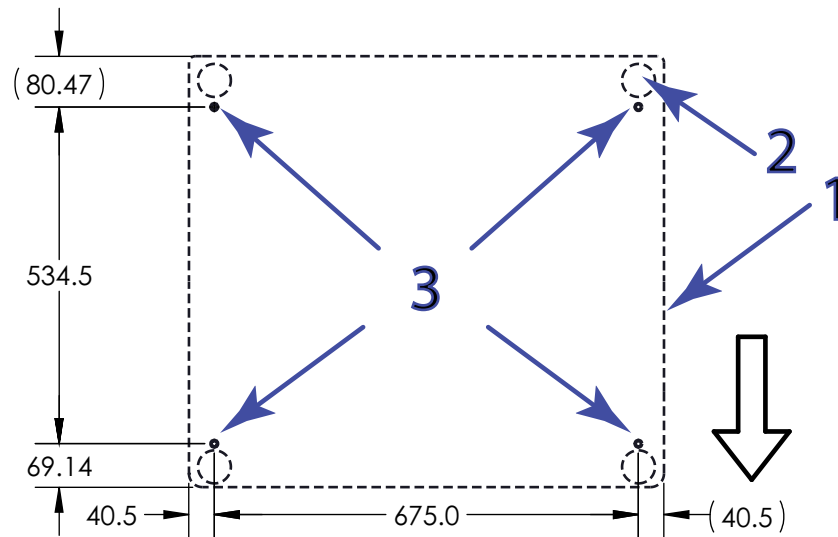

Figure 15. Emplacement des points d'ancrage sur un bâti de largeur standard (vue de dessus)
Légende pour la Figure 15 et Figure 16
1. Consultez la Figure 15 à la page 71 (ou la Figure 16 à la page 72 pour les bâtis plus larges) et percez des trous dans le plan de travail aux endroits appropriés afin